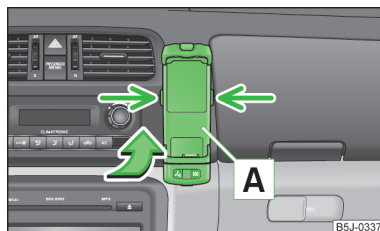

Fig. 104
► Come prima cosa inserire l'adattatore A nella direzione indicata dalla freccia » fig. 104 sino alla battuta nel supporto. Spingere leggermente verso il basso l'adattatore, sino a quando si innesterà in maniera sicura.
► Premere contemporaneamente i bloccaggi laterali del supporto » fig. 104 ed estrarre l'adattatore con il telefono.